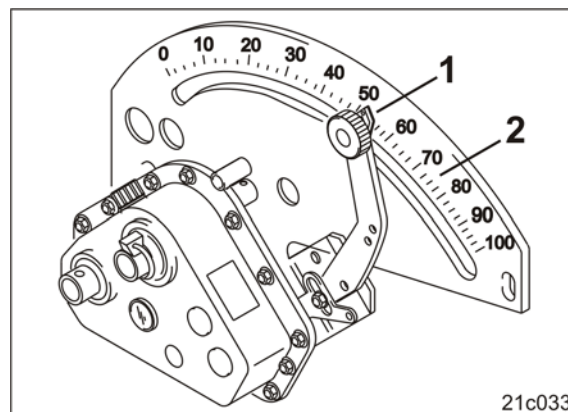

Fig. 197
6. Frigør stopknappen (Fig. 197/1).
7. Indstil geararmens viser (Fig. 197/2) **nedefra** til gearindstillingsværdien "50".